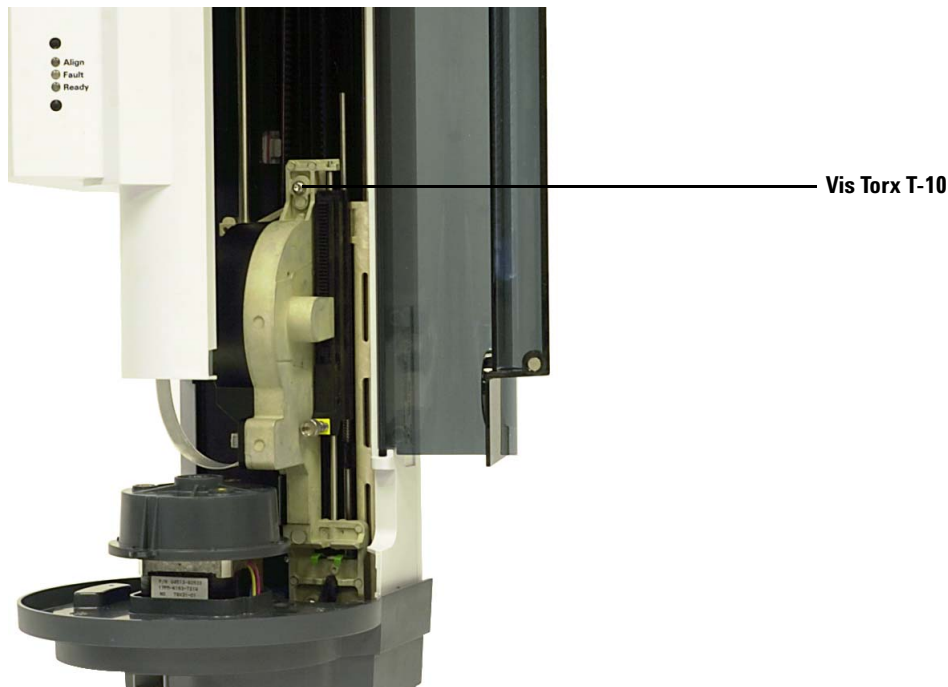

Figure 107 Installation de la vis Torx T-10 sur le dessus du support de seringue.
- 14** Serrez à fond la vis Torx T-10 sur le dessus du support de seringue (Figure 107).